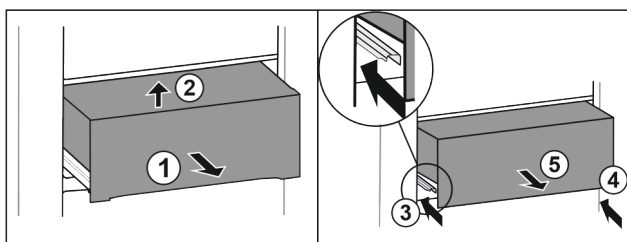

Fig. 38
- ▶ Вытяните выдвижной ящик наполовину. Fig. 38 (1)
- ▶ Приподнимите выдвижной ящик спереди. Fig. 38 (2)
- ▶ Вставьте левую направляющую. Fig. 38 (3)
- ▶ Вставьте правую направляющую. Fig. 38 (4)
- ▶ Извлеките выдвижной ящик движением вперед. Fig. 38 (5)